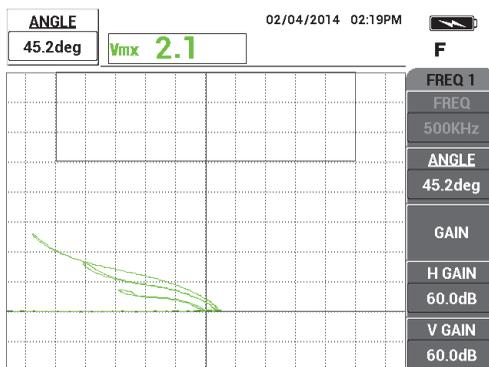

Рис. 5-4 Сигнал отрыва максимально приближен к горизонтальному
6. Нажмите клавишу ANGLE (◁◻️). Параметр УГОЛ возвращается к режиму грубой настройки (режим по умолчанию). Нажмите клавишу Enter (✓) для переключения параметра УГОЛ в режим мелкой настройки. С помощью ручки, отредактируйте значение УГОЛ так, чтобы сигнал отрыва был максимально близок к горизонтальному см. Рис. 5-4 на стр. 137).